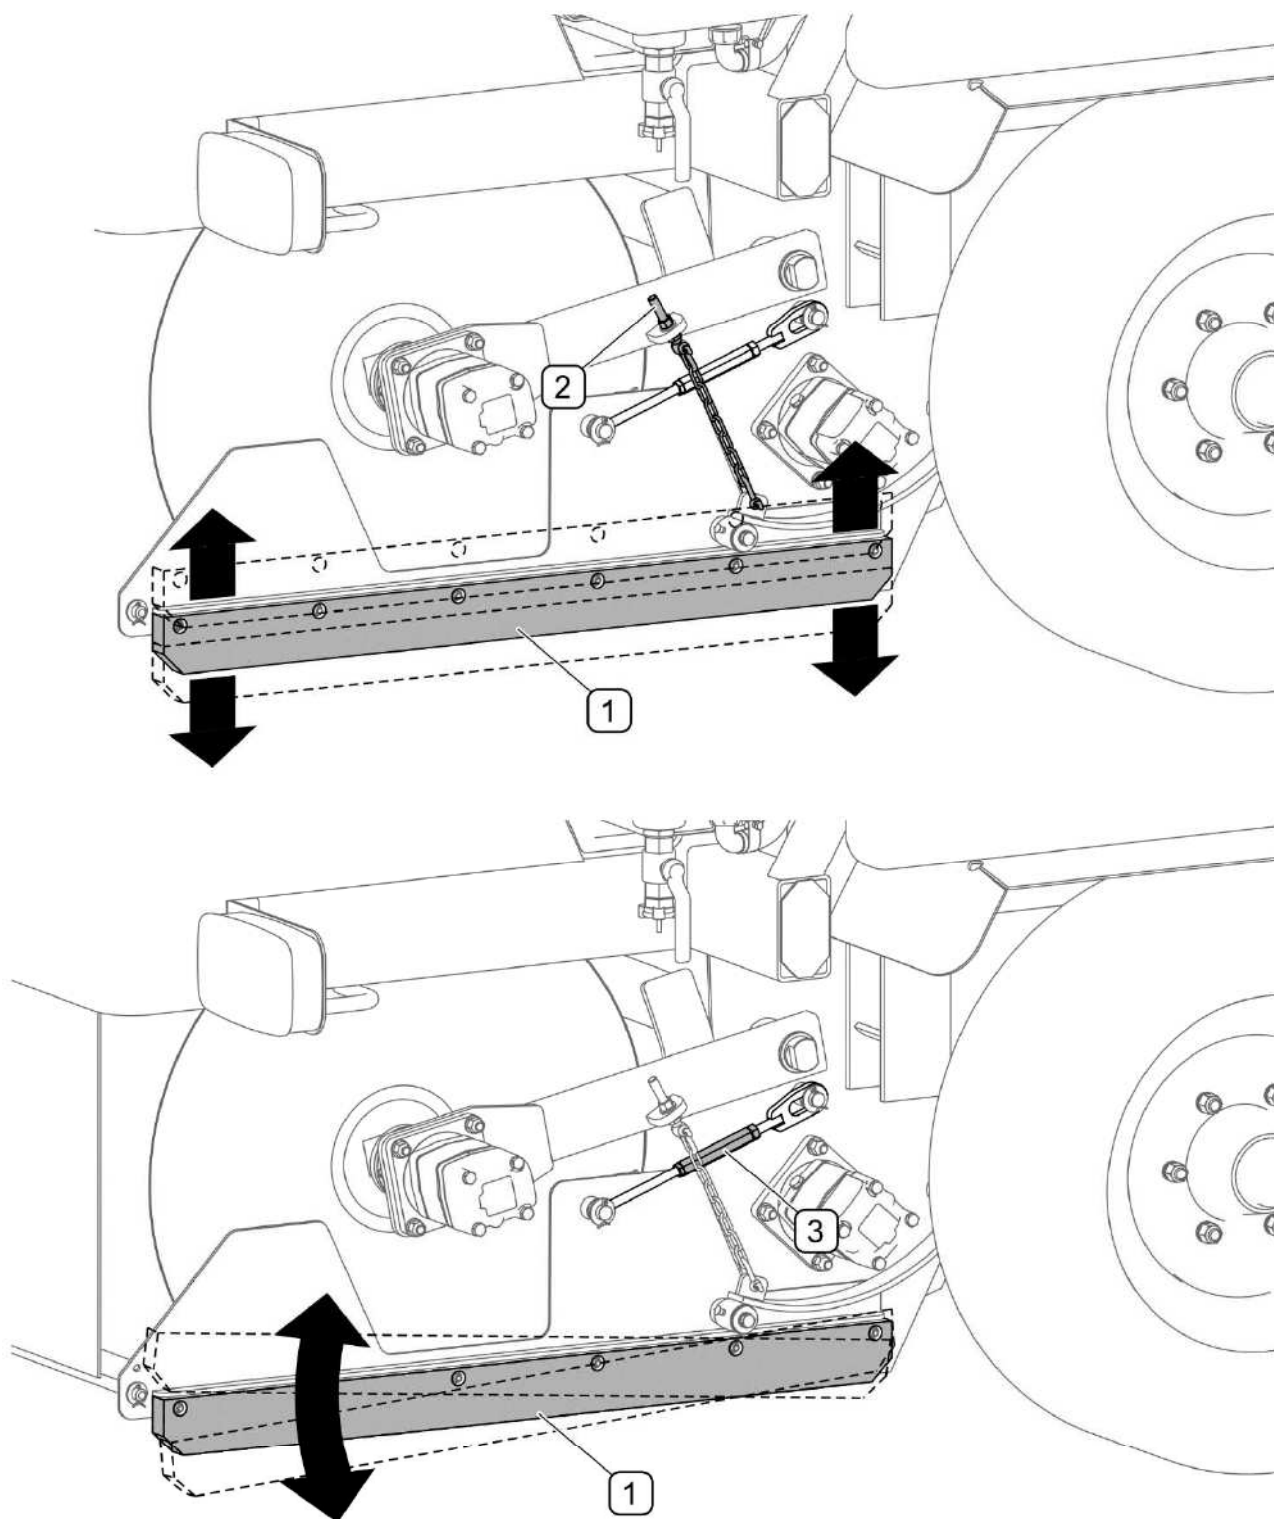

РИСУНОК 5.8 Регулировка боковых скользящих элементов
С обеих сторон вальцовой щетки размещаются скользящие элементы (РИСУНОК 5.8). Необходимо регулярно контролировать положение скользящих элементов по отношению к поверхности и их техническое состояние. Скользящий элемент должен быть расположен так, чтобы слегка касался очищаемой поверхности. Высота подвески
скользящего элемента (1) регулируется при помощи натяжителя (2) цепи. Если диапазон натяжителя (2) недостаточный, то необходимо укоротить цепь путем переноса скобы. Наклон скользящего элемента (РИСУНОК 5.8) регулируется при помощи стяжного болта (3). Скользящий элемент должен располагаться параллельно очищаемой поверхности. Положение скользящего элемента справа и слева щетки должно быть одинаковым.